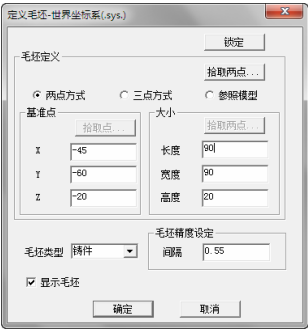
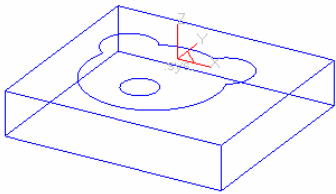

图 8-7 “定义毛坯”对话框
图 8-8 设置的工件
1) 双击“加工管理”中的“毛坯”图标，系统弹出“定义毛坯-世界坐标系(.sys.)”对话框，如图 8-7 所示。
2) 设置毛坯形状为立方体，选中“两点方式”，输入其他相关参数，如图 8-7 所示，勾选“显示毛坯”，将在显示窗口中以线框形式显示毛坯，单击对话框中的“确定”按钮，完成加工工件设置，如图 8-8 所示。